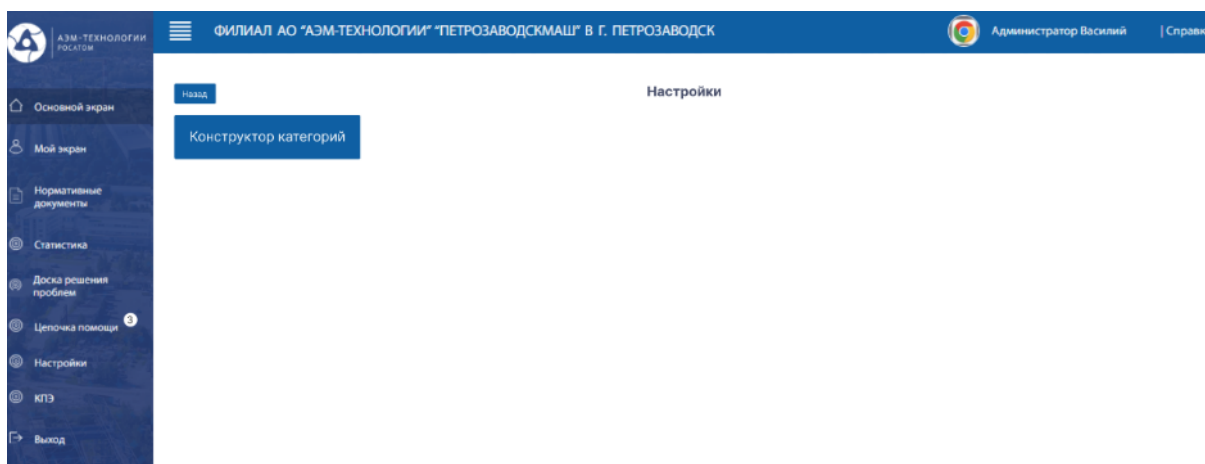

Рисунок 3.24
2. В данном разделе имеется переход в подраздел настройки категорий по кнопке «Конструктор категорий» (Рисунок 3.24).